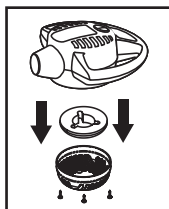

FIGURE 15
28. Pour le nettoyage de la grille de l'orifice d'admission et le tampon en mousse, débranchez le cordon d'alimentation et retirez les vis de la face inférieure de l'appareil électrique. **FIGURE 15.**